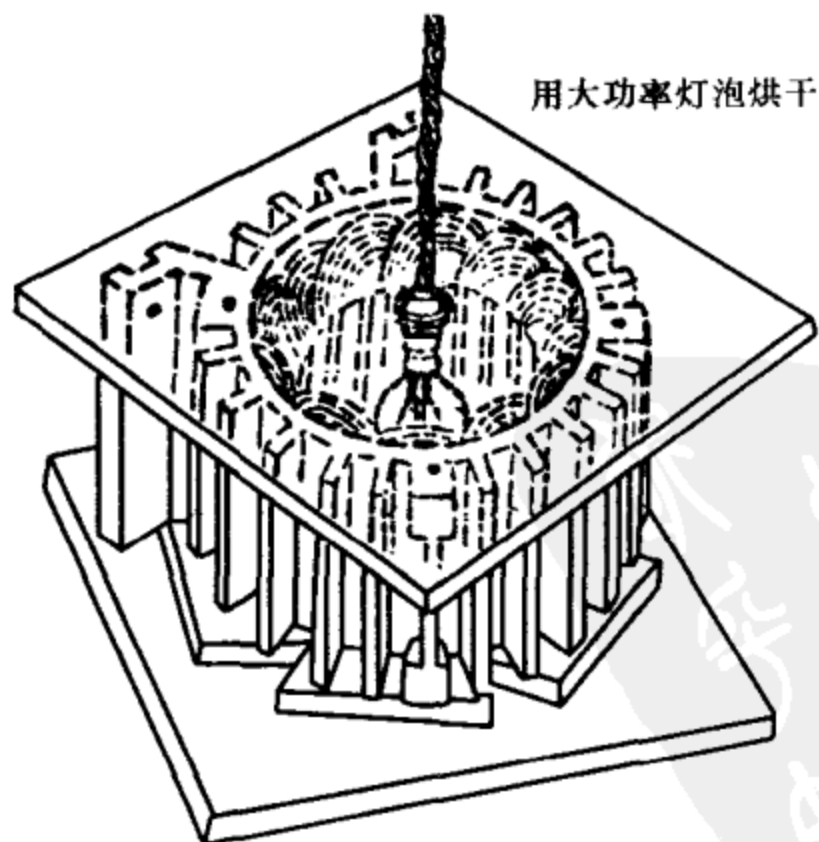
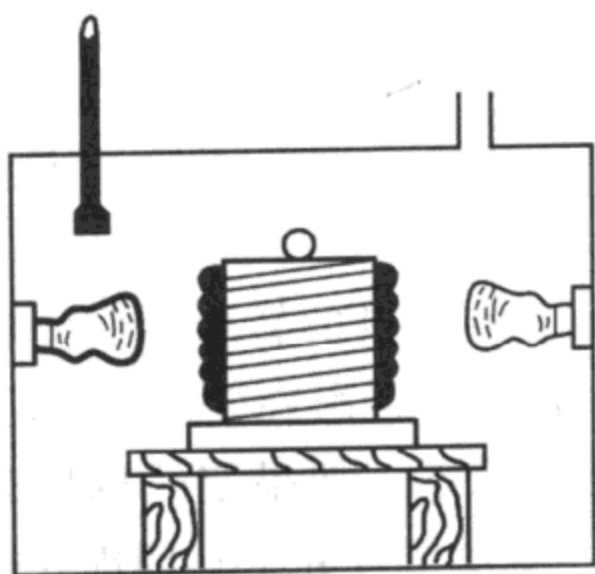

图 3-62 大功率灯泡烘干电动机示意图
图 3-63 红外灯泡
1) 灯泡烘干法。最简单的方法是把电动机的转子拆除，将定子垂直放置，把 100W 以上的大功率灯泡悬吊在定子铁芯腔内，不可贴住线圈，以免烘坏线圈的绝缘层，如果定子内腔较大，要多放几个大功率的灯泡。同时，电动机外壳下端四周要垫木块，使线圈不致受压，还要在上下端加盖木板，以减少热量散失，如图 3-62 所示。电动机也可平放，把灯泡放入定子内腔偏下一点的地方，在灯泡周围垫放铁丝网，以防烤坏线圈绝缘层。外壳盖上耐热物保温。由于灯泡离线圈较近，一般烘干温度保持在 100°C 左右，烘干 24h 左右测量绝缘电阻，当连续 6h 能保持稳定的合格值时，烘干便可结束。如果有红外线灯泡更好，因为红外线发热效率高，透射能力强，能透入绕组内部而发热，故效果比白炽灯好，而且省电。自制一只如图 3-63 所示的烘干木箱，根据电动机的大小，可采用两个 300 ~ 500W 的灯泡两边布置，